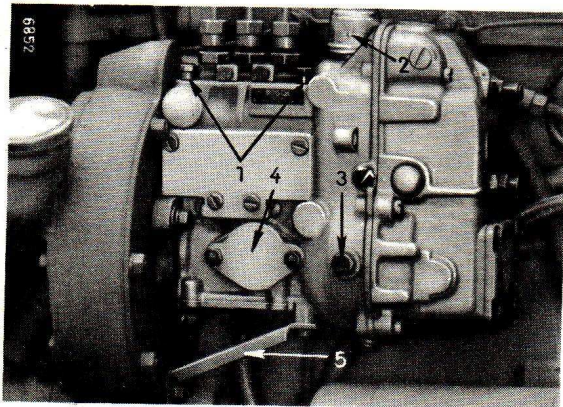

Fig. 6.- Pompe d'injection
La même huile lubrifie la pompe d'injection et le régulateur. Le carter de pompe d'injection et de régulateur doit être rempli d'huile moteur jusqu'au bouchon de niveau (3) fig. 6.
- Enlevez le bouchon de niveau (3) fig. 6 et laissez s'écouler le mélange huile combustible
- S'il n'apparaît pas d'huile, enlevez le filtre reniflard (2) et remplissez d'huile neuve jusqu'à ce qu'elle apparaisse à l'ouverture de niveau (3).
- Remplacez le bouchon (3) qu'il faudra serrer fortement, et le filtre du reniflard (2) en le serrant à la main.